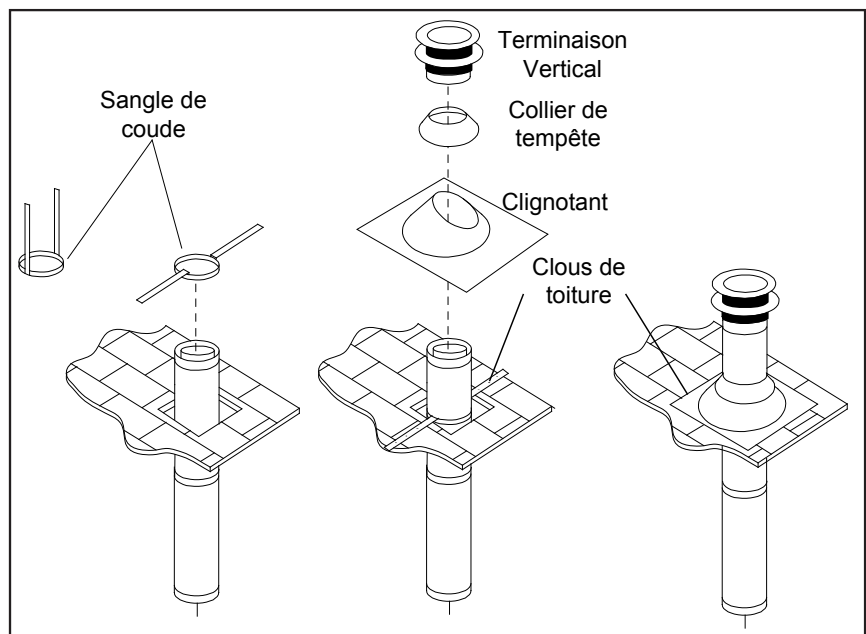

Figure 46. Terminaison d'Évent Vertical
- Étape 6.** Une fois que les sections de conduit ont été joints et passent par le trou dans le toit, faites passer une sangle de coude par-dessus les sections exposées, pliez les sangles du support vers l'extérieur, et poussez la sangle au niveau du toit, comme démontré dans la figure 46. Serrez autour de la section de conduit. Utilisez un niveau à bulle pour s'assurer que le conduit est parfaitement vertical. Avec des clous de toiture, fixer les sangles de support au toit. Scellez les trous des clous avec du mastic non-durcissant. Taillez le surplus des sangles de support qui dépassent le solin. .
- Étape 9.** Passez le collet de solin par-dessus le conduit et poussez-le vers le toit comme dans la figure 46. Utilisez le mastic non-durcissant sur le joint entre le conduit et le solin.